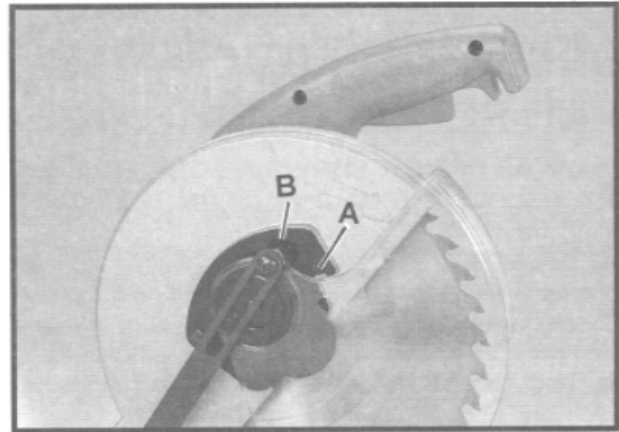
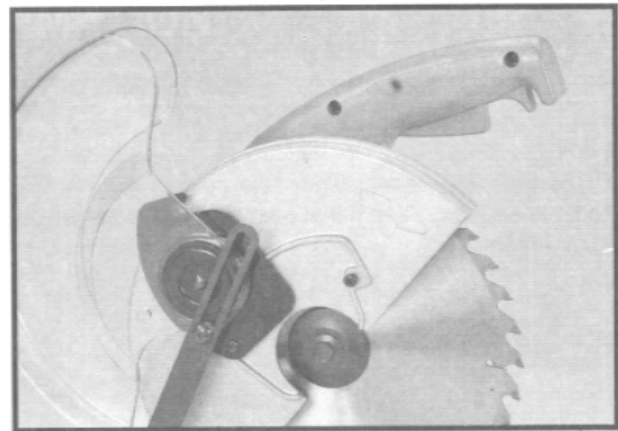

Fig. 42
Fig. 43
2. Die zwei Schrauben (A) Fig. 42 lösen und die Abdeckung (B) wie in Fig. 43 gezeigt öffnen.
7. Die Abdeckung (A) Fig. 42 wie in Punkt 2 beschrieben wieder montieren.